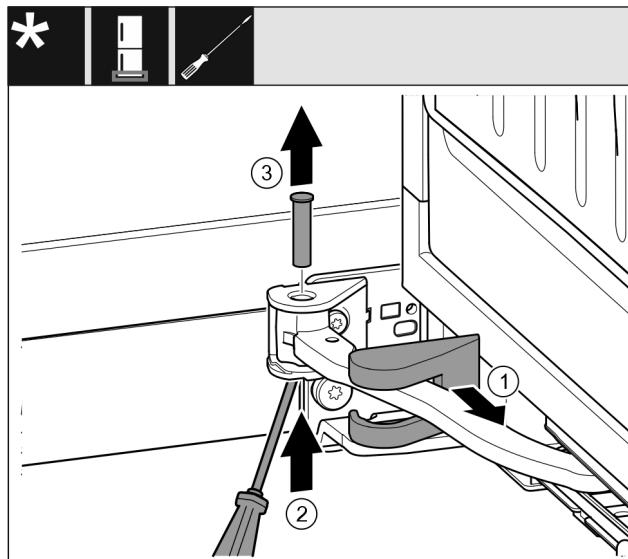

Fig. 15
- Odstranite pokrov ležajnega podstavka in ga zamaknite vzdolž zgibnega dela. Fig. 15 (1)
- Sornik s prsti ali izvijačem dvignite od spodaj. Fig. 15 (2)
- Izvijač zataknite pod glavo sornika in ga izvlecite. Fig. 15 (3)